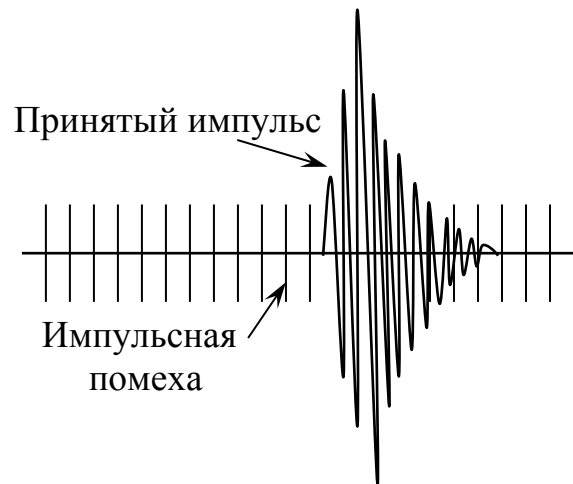

Рис. 6.5
3.3. Устройство диагностики датчиков расхода **УД_{др}** предназначено для проверки работоспособности **ДР** без участия вычислителя. При этом **УД_{др}** формирует сигнал, аналогичный сигналу, поступающему от вычислителя на излучающий **ДР**, и усиливает сигнал от приемного **ДР** до уровня, позволяющего произвести достоверный контроль формы и амплитуды. Дополнительно **УД_{др}** позволяет проконтролировать сигналы вычислителя, оценить уровень помех и наводок в сигнальном тракте **ДР** (см. Рис 6.4 и Рис. 6.5), не нарушая работу теплосчетчика в реальном режиме измерения.